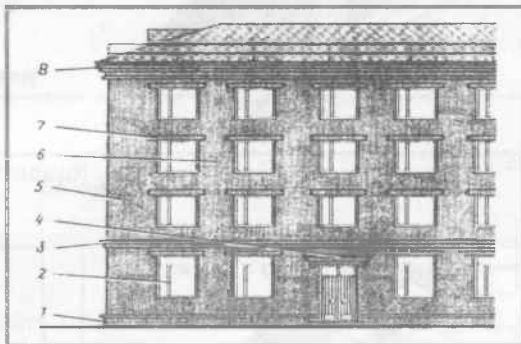

Рис. 42. Загальний вигляд будівлі:
1. Індивідуальний вигляд будівлі залежить від конструкції зовнішніх стін, їхнього розташування, розміру вікон, інших архітектурно–конструкційних елементів, зображених на рис. 42.